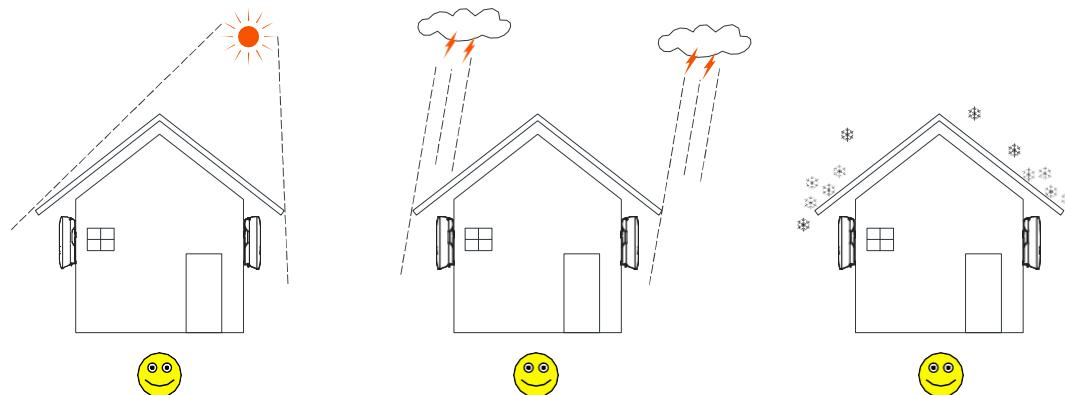

Figura 3-2 Local de instalação recomendado
- Sugerimos a instalação do inversor sob uma sombra, conforme mostrado na Figura 3-2 para maximizar sua vida útil e sua eficiência.